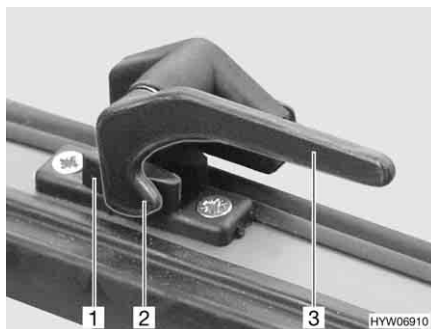

Fig. 21 Leva di serraggio in posizione "Chiuso"
- Ruotare la leva di serraggio (Fig. 21,3) di un quarto di giro verso il centro della finestra.
- Ruotare la leva di serraggio (Fig. 21,3) di un quarto di giro verso il telaio della finestra. Il nasello di chiusura (Fig. 21,2) si trova sul lato interno della chiusura della finestra (Fig. 21,1).
- In posizione "Completamente chiusa" (Fig. 21)